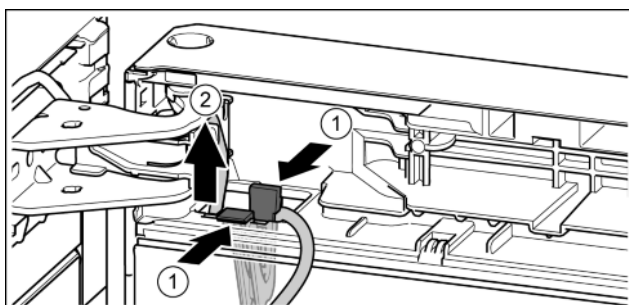

Fig. 25
- ▶ Nacisnąć nakładkę. *Fig. 25 (1)*
- ▶ Uchwyt kabla wyjąć wraz z zamocowanym kablem. *Fig. 25 (2)*